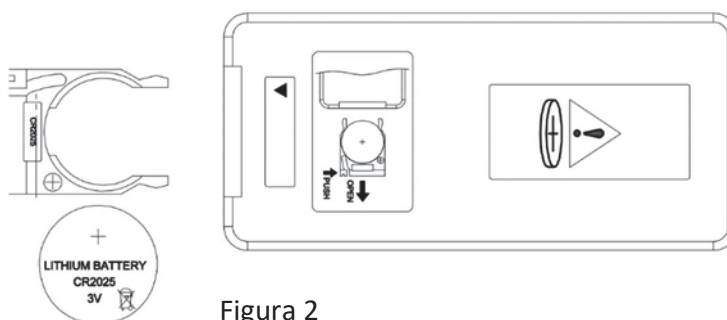

Figura 2
2. El código de la batería es "CR2025". La batería tiene dos lados, uno que parece un botón y otro que es plano. (Figura 2)